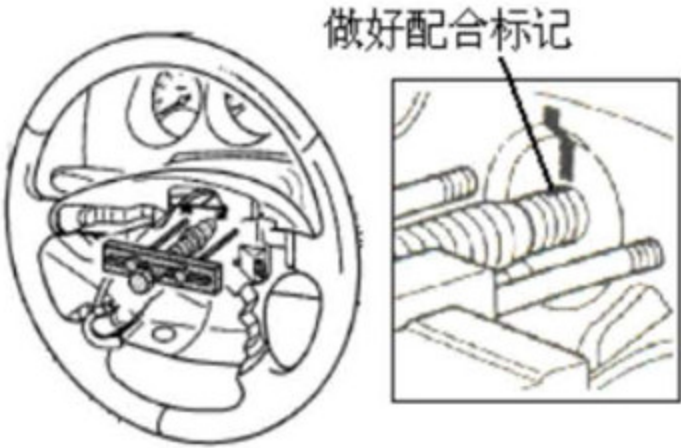

图5
- (3) 在转向盘总成和转向管柱上段总成中转向轴上做好配合标记。
- (4) 使用专用工具，拆下转向盘总成，如图5所示。